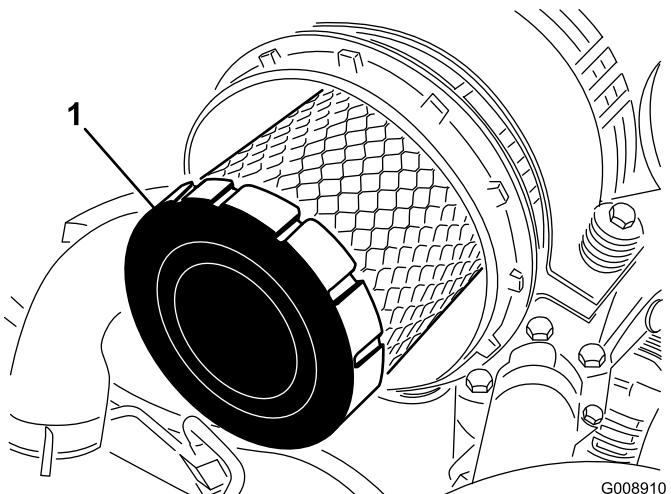

Figura 60
4. Togliete il filtro primario e sostituitelo (Figura 60).